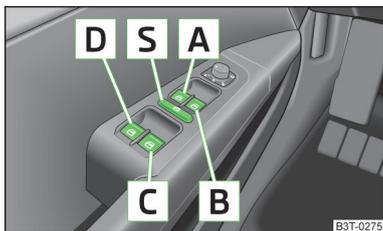

Abb. 26
- Werden auf den Rücksitzen Kinder befördert, wird empfohlen, die elektrischen Fensterheber der hinteren Türen außer Funktion zu setzen (Sicherheitsschalter) **S** » Abb. 26 auf Seite 43.
Tasten der Fensterheber » Abb. 26.
Durch Drücken des Sicherheitsschalters » Abb. 26 können die Tasten der Fensterheber in den hinteren Türen außer Funktion gesetzt werden. Durch erneutes Drücken des Sicherheitsschalters sind die Tasten der Fensterheber in den hinteren Türen wieder funktionsfähig.
- › Die Taste ¹⁾ in der Öffnungsstellung halten » Abb. 26 auf Seite 43.
- › Die Taste ¹⁾ in der Schließstellung halten » Abb. 26 auf Seite 43.